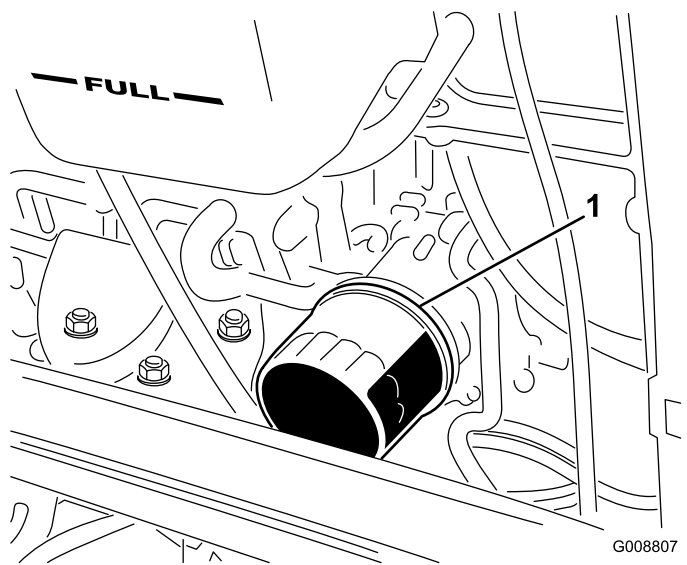

Figura 56
4. Retire o filtro do óleo (Figura 56).